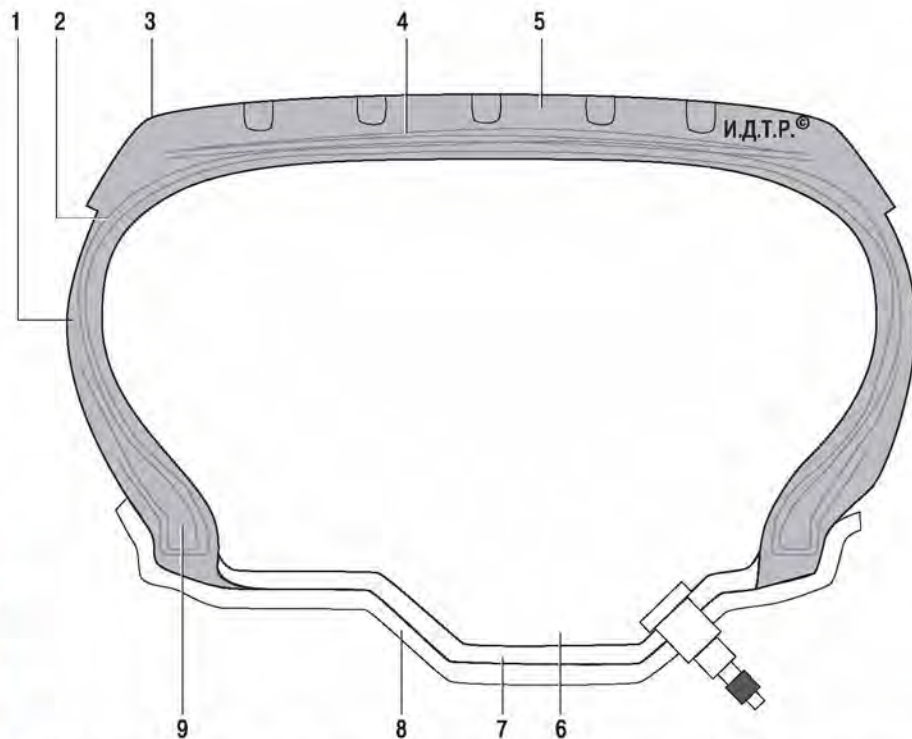

Рис. 14.2. Элементы конструкции шины: 1 – боковина; 2 – каркас; 3 – плечевая зона; 4 – брекер; 5 – протектор; 6 – камера; 7 – ободная лента; 8 – обод; 9 – борт
**Покрышка** – упругая резинокордная часть пневматической шины, воспринимающая тяговые и тормозные усилия и обеспечивающая сцепление резины с дорогой. Основными элементами покрышки являются каркас 2 (рис. 14.2), брекер 4, протектор 5, боковины 1 и борта 9.